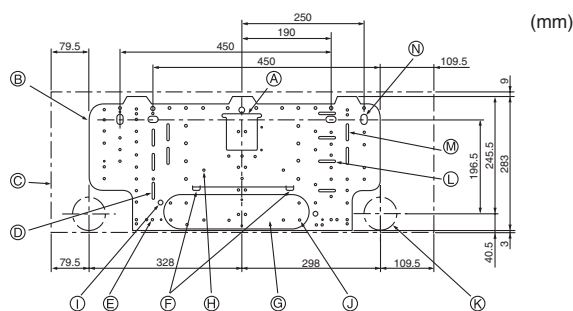

Fig. 3-1
3.1. Εγκατάσταση του εξαρτήματος της βάσης στήριξης (Fig. 3-1)